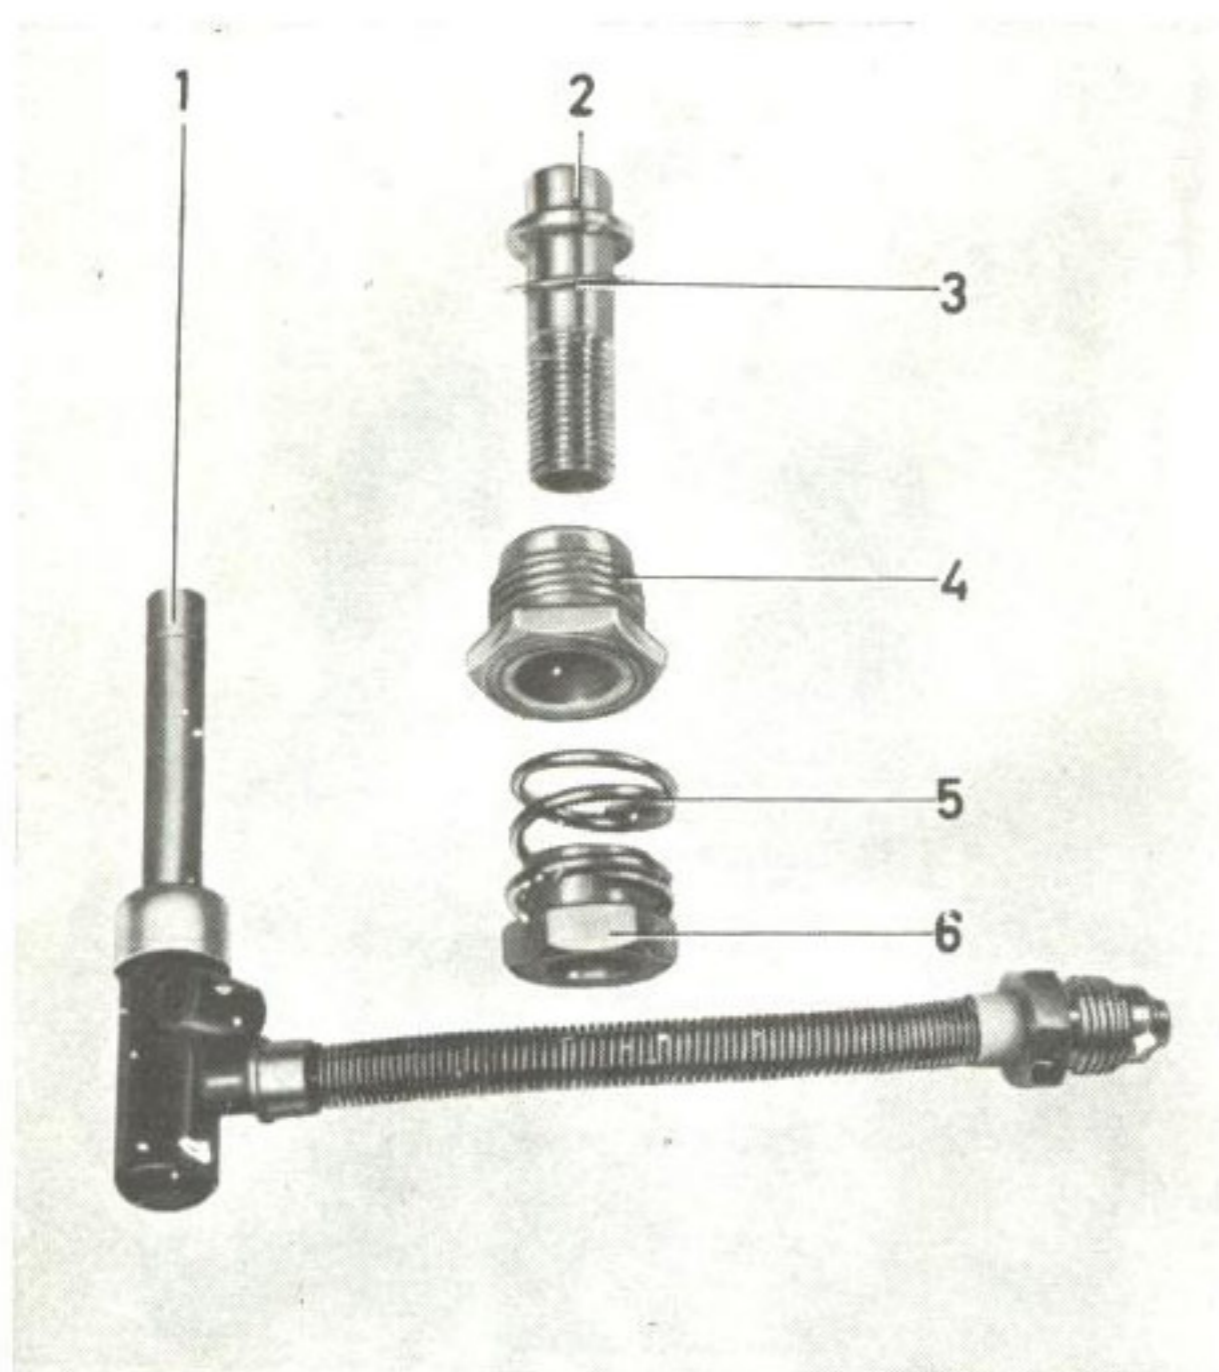

Bild 113. Munstycke isärtaget
4. Montera fjäder, justermutter och munstycke, se bild 113. Anslut länken.